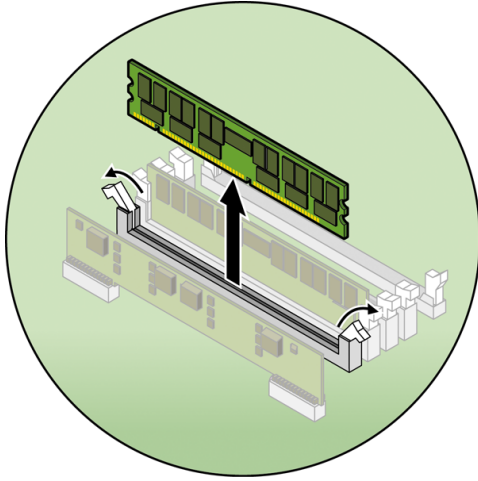

图 4-29 拆除内存模块
7. 按下内存模块插槽两端的弹出棒即可拆除内存模块（请参见图 4-29）。